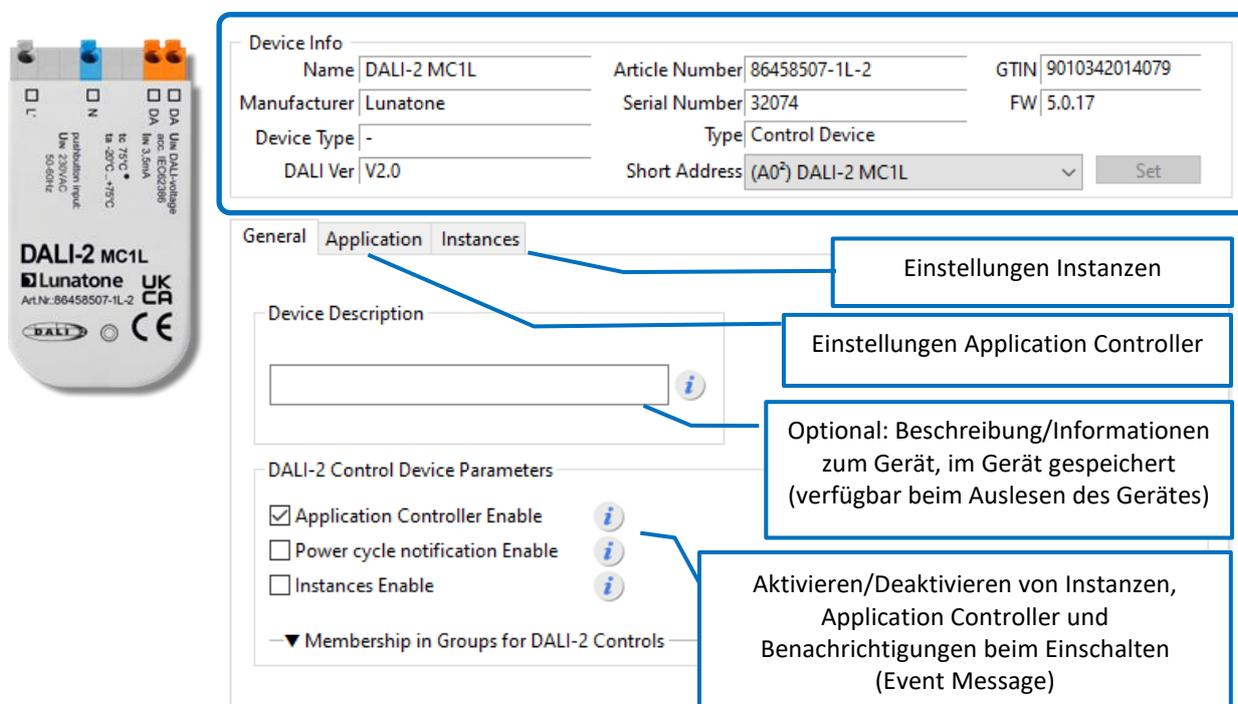

Abb.3: General Settings
- Bottom right: 'Die Konfiguration wird gleich wie in «Standard config» (Abb. 3.) vorgenommen' (points to the function dropdown).